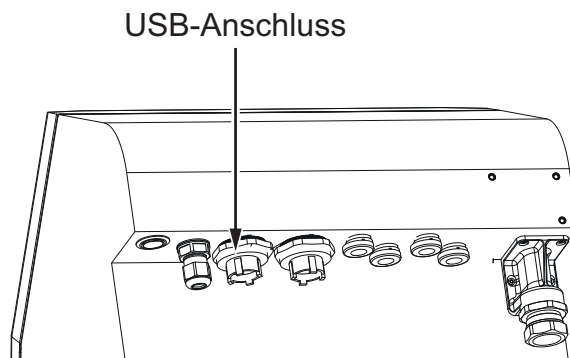

Abbildung 4-12: USB-Position
1. Schließen Sie das USB-Gerät an den USB-Anschluss auf der Rückseite des Druckers an (siehe Abbildung 4-12).